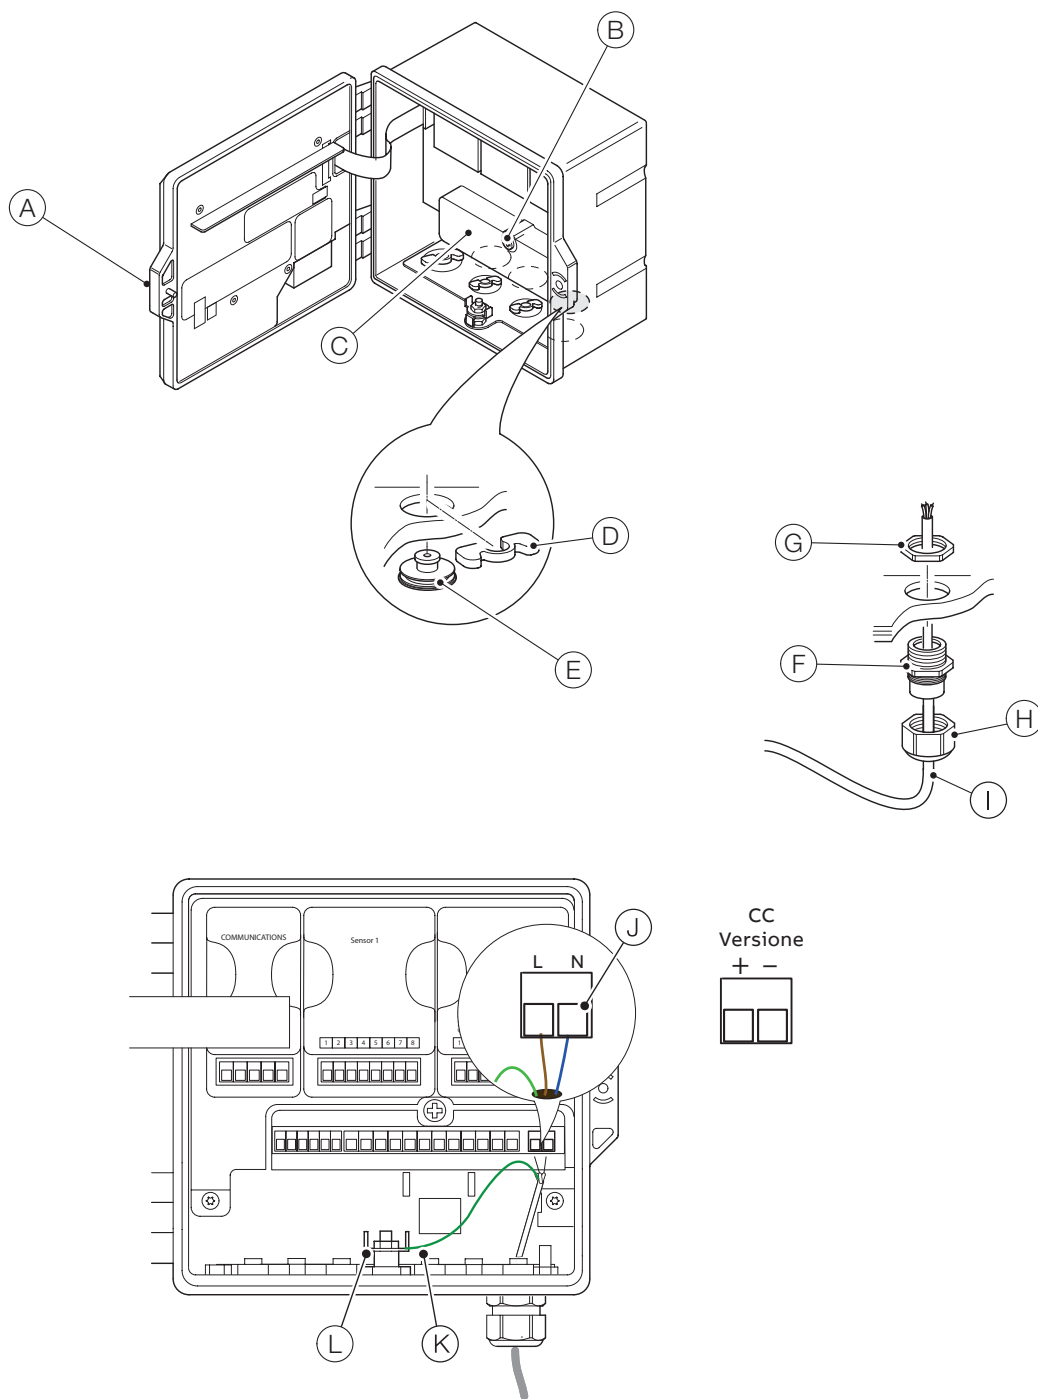

Figura 10 Collegamento dell'alimentazione del trasmettitore – involucro in plastica
- Il perno esterno di messa a terra di protezione (vedere la Figura 10 a pagina 14) deve essere collegato al punto di messa a terra locale utilizzando un cavo di messa a terra di dimensioni adeguate. Per il collegamento al perno di messa a terra di protezione, utilizzare un capocorda chiuso M4.
Fareriferimento alla Figura 10, pagina 14: